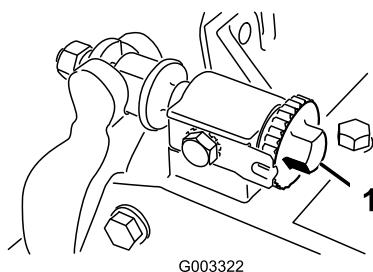
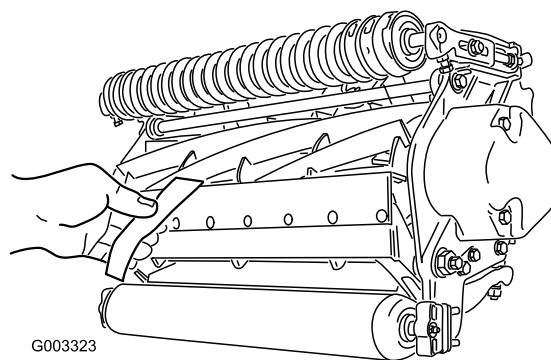

Figure 16
Figure 17
1. Placez la machine sur un sol plat et horizontal. Supprimez le contact avec le cylindre en tournant les vis de réglage de la barre d'appui dans le sens anti-horaire (Figure 16).
**Important:** Vérifiez que les écrous au bout des vis de réglage de la contre-lame ne reposent pas sur la surface de travail (Figure 16).
3. À une extrémité du cylindre, insérez une bande de papier journal entre le cylindre et la contre-lame (Figure 17). Tout en tournant lentement le cylindre en avant, tournez la vis de réglage de la barre d'appui (Figure 16) dans le sens horaire (du même côté du cylindre), un cran à la fois, jusqu'à ce que le papier soit pincé légèrement lorsque vous l'introduisez par l'avant, parallèle à la contre-lame. Vous devriez sentir une légère résistance lorsque vous tirez sur le papier.
5. Vérifiez ensuite si le cylindre peut saisir le morceau de papier inséré par l'avant et le couper lorsqu'il est inséré perpendiculairement à la contre-lame (Figure 17). Normalement, le papier doit être coupé avec un minimum de contact entre la contre-lame et les lames du cylindre. Si vous sentez un frottement ou un contact excessif du cylindre, vous devez alors roder ou rectifier les lames pour obtenir les tranchants nécessaires à une coupe de précision (voir le Manuel d'affûtage pour tondeuses rotatives et à cylindres Toro, Form No. 80-300PT).